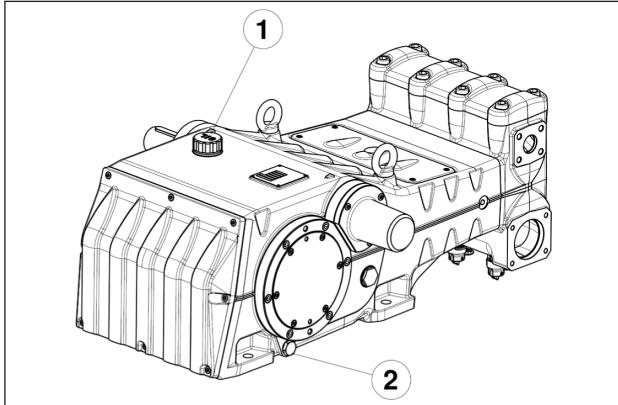

图 1
机械部件的维修作业必须从泵壳中排油后再进行。排油时必须拆除加油口盖（位置①，图 1），接着拆除排油塞（位置②，图 1）。